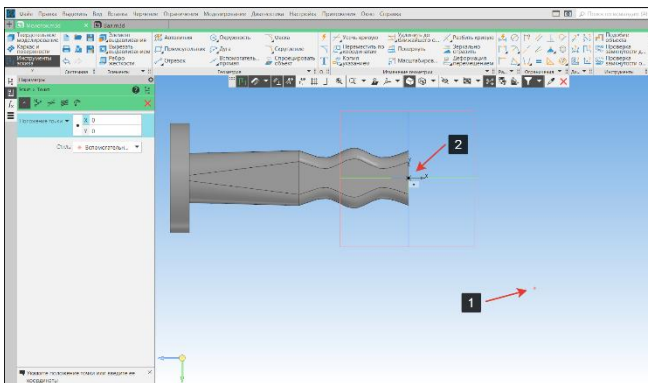

Рисунок 148 – Точки-привязки
- Поставим точки на поле эскиза. Одну точку (1) расположить как показано на рисунке, другую точку (2) привязать в центре трехмерной модели (Рисунок 148);